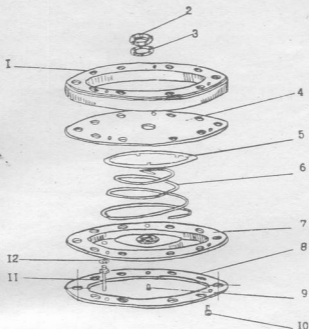

Рис. 4. Разгрузочное устройство:
22. Вывернуть штуцер 11 (рис. 4) из основания 7. (Ключ гаечный 12 мм).
37. Вложить в основание 7 (рис. 4) пружину 6, опорный диск 5, диафрагму 4 и сжать пружину.
47. Установить прокладку 8 (рис. 4) крышку корпуса 1, одеть на болты пружинные шайбы, навернуть и затянуть гайки крепления крышки 11 ступени редуктора. (Ключ гаечный 10 мм, головка сменная 10 мм, ключ).